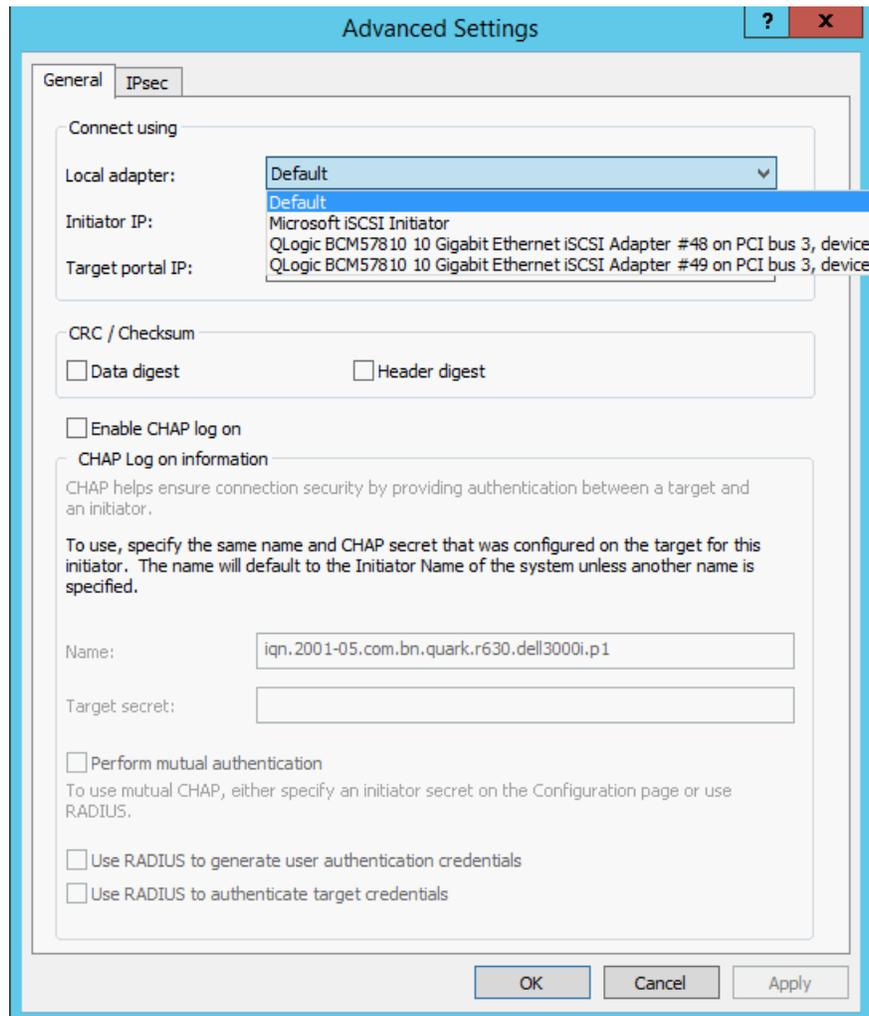

Abbildung 10-14. Advanced Settings (Erweiterte Einstellungen): Seite „Allgemein“, Lokaler Adapter
11. Wählen Sie im Dialogfeld „Advanced Settings“ (Erweiterte Einstellungen) auf der Seite „General“ (Allgemein) die QLogic BCM57xx und BCM57xxxC-NIC iSCSI-Adapter als **Local Adapter** (lokalen Adapter) aus und klicken dann auf **OK**. Abbildung 10-14 zeigt ein Beispiel.